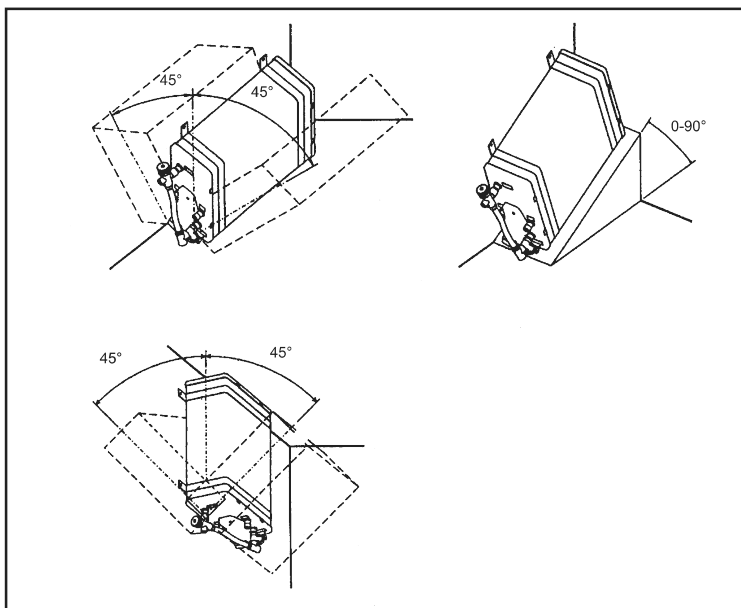

Abb. 7
**Denken Sie daran, dass sich das Gewicht des Gerätes erhöht, wenn Wasser eingefüllt ist.** Montieren Sie den Warmwasserbereiter so, dass vor bzw. unter dem Gerät ausreichend Platz für Servicearbeiten ist, wie Austausch von Heizstab, Thermostaten usw. Siehe Abb. 2. Slim Square kann stehen, liegen oder in alle möglichen Positionen gedreht werden, wie in Abb. 7 zu sehen ist.